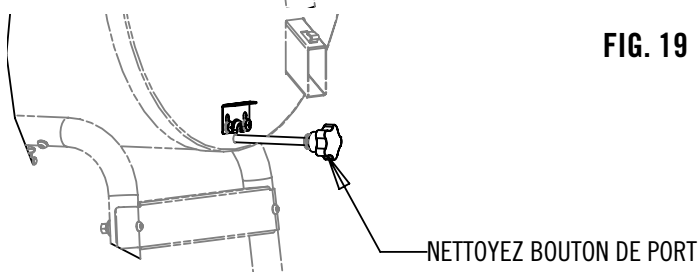

FIG. 19
2. Soulever le système de blocage de la tige et tirer le bouton de la tige de nettoyage pour vider les cendres dans le récipient prévu à cet effet. Voir la Fig. 19.